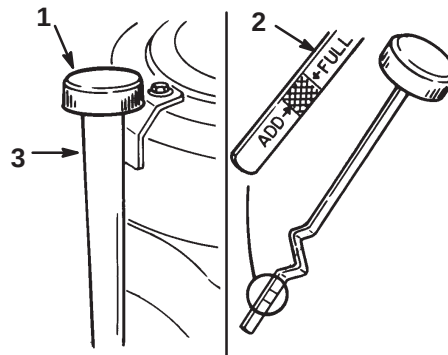

Bild 25
3. Reinigen Sie den Bereich um den Ölpeilstab herum (Bild 25), damit kein Schmutz in den Einfüllstutzen gelangen und so den Motor beschädigen kann.
4. Schrauben Sie den Ölpeilstab los und wischen Sie das Metallende ab (Bild 25).
5. Schieben Sie den Ölpeilstab vollständig in den Einfüllstutzen (nicht in den Einfüllstutzen einschrauben) (Bild 25). Ziehen Sie den Peilstab wieder heraus und kontrollieren Sie das Metallende. Gießen Sie bei niedrigem Ölstand nur so viel Öl langsam in den Einfüllstutzen, dass der Ölstand die „Voll“-Marke erreicht.
9. Gießen Sie ca. 80 % der auf Seite 28 angegebenen Ölmenge langsam in den Einfüllstutzen (Bild 25).